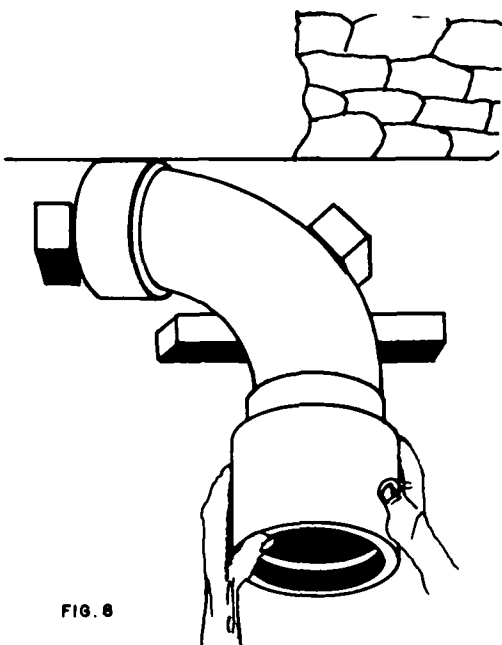

FIG. 8
7.º Passo — Acople a luva (fig. 8).